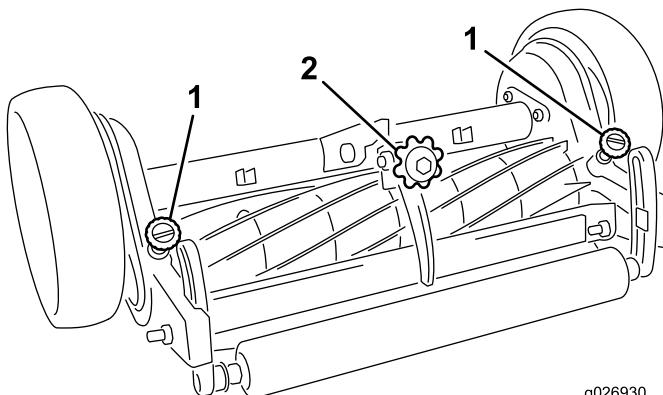

Figure 8
2. Désengagez les boutons de dégagement du cylindre (Figure 8). Faites tourner le cylindre en arrière avec précaution pour garantir la liberté de mouvement
3. Tout en faisant tourner le cylindre en arrière, tournez le bouton de réglage de la contre-lame dans le sens antihoraire (Figure 8) jusqu'à ce que la contre-lame ne touche pas les lames du cylindre.
3. Tout en faisant tourner le cylindre en arrière, tournez le bouton dans le sens horaire (Figure 8), un cran à la fois, jusqu'à ce que vous sentiez un léger contact de la contre-lame et le cylindre ou que vous entendiez un léger ronronnement de coupe.
6. Au début de la journée de tonte, quand les cylindres sont encore froids, engagez les boutons de dégagement du cylindre (Figure 8). Faites fonctionner les plateaux de coupe pendant 15 à 20 minutes pour permettre à la contre-lame et au cylindre d'atteindre la température normale de fonctionnement, puis arrêtez la tondeuse. Désengagez ensuite les boutons de dégagement et faites tourner le cylindre en arrière. Vous devriez entendre un léger ronronnement, pas un déclic ; cela confirme que le réglage est correct. Si vous n'entendez pas de ronronnement, la contre-lame et le cylindre doivent être à nouveau réglés ; voir les opérations 3 à 5. En revanche, lorsque les cylindres sont chauds parce qu'ils viennent de fonctionner, utilisez seulement les opérations 1 à 5 pour maintenir un léger contact entre la contre-lame et le cylindre.